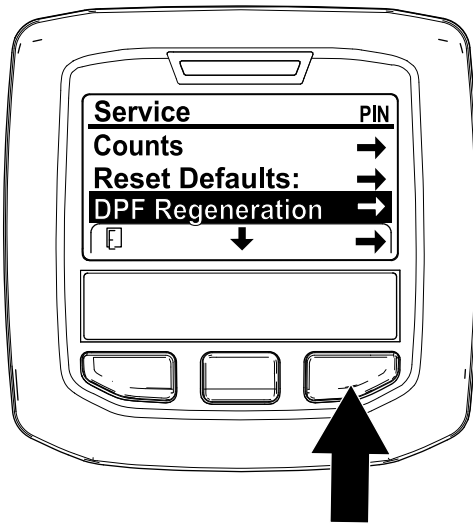

図 37
1. 整備 Serviceメニューから、中央ボタンで下へスクロールして DPF REGENERATIONメニューに入る 図 37。
2. 右側のボタンで DPF Regeneration再生に入る 図 37。